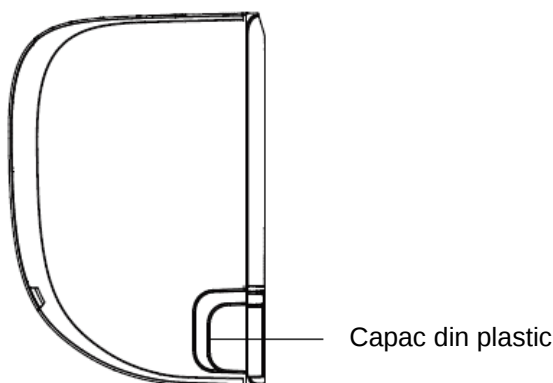

Fig. 3.3
2. Daca gaura din perete este in spatele unitatii, mentineti la locul sau capacul. Daca gaura din perete este in lateralul unitatii interne, indepartati capacul de plastic din acea parte a unitatii. (Consultati **Fig. 3.3**). Astfel se va crea un orificiu prin care teville pot iesi din unitate. Utilizati un cleste cu cioc subtire daca este prea dificil de indepartat manual capacul de plastic.
Pentru detalii consultati **Fig. 3.3**.